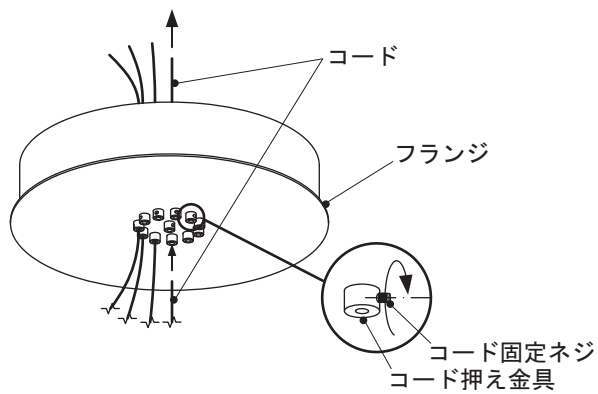

図9
- ・コード固定ネジを締め付ける位置に、必ずプロテクションリングを差し込んでください。(図9参照)